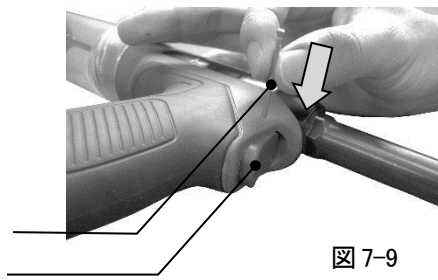

図 7-9
- 1) $\phi 2.0$ 以下のピン或いはピンパンチとハンマーを使い、トリガーピンをツール右方向より叩き出してください。(図 7-9)